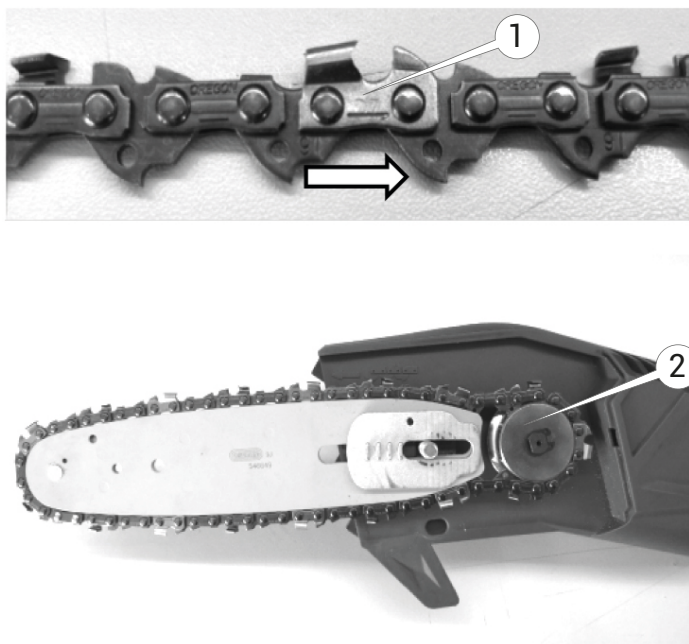

Рисунок 7. Напрямок руху ланцюга (1) та положення пиляльного ланцюга на зірочці (2).
1. Обома руками в рукавичках розташувати ланцюг вздовж напрямної шини та перевірити відповідність його орієнтації за напрямком руху відносно шини за мітками на самому ланцюгу та на шині (1, рис.7).
2. Ввести напрямні ланок ланцюга в паз шини, а ведучі ланки — у зчеплення з веденою зірочкою (2, рис.7), за необхідності змінити положення ланцюга.